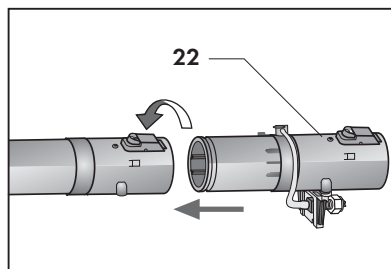

Fig. 22
- introduire la partie terminale femelle du tube rallonge dans la partie terminale mâle du nébuliseur en appuyant sur la touche rouge de blocage (Fig. 22);